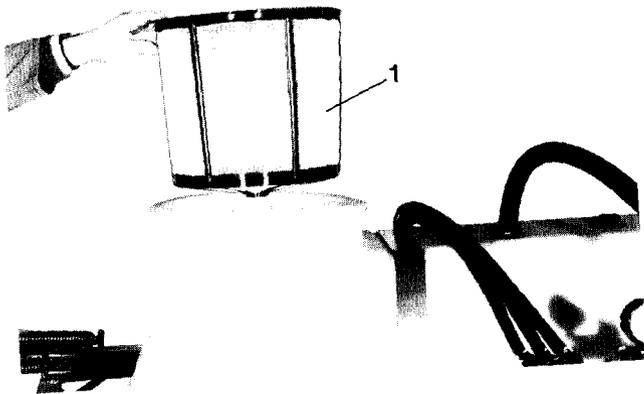
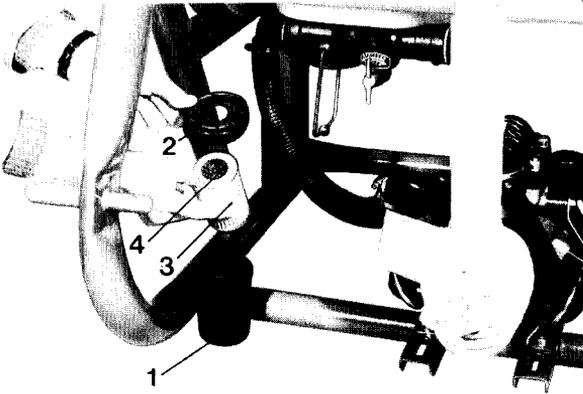

Fig. 8
Fig. 10
Die Spritze darf nur bei Verwendung des Einfüllsiebes (Fig. 8/1) befüllt werden. Die Spritzmittel sind mit dem Wasser einzuspülen, nachdem das Faß mindestens zur Hälfte mit Wasser gefüllt ist.
5. Becher (Fig. 10/1) abziehen.
6. Filterdichtung (Fig. 10/2) abziehen und Filttereinsatz (Fig. 10/3) herausnehmen.
7. Filterbecher (Fig. 10/1), Filttereinsatz (Fig. 10/3) und Filterdichtung (Fig. 10/2) mit Wasser reinigen.
8. Beim Zusammenbau der Teile darauf achten, daß die Öffnung (Fig. 10/4) des Filttereinsatzes (Fig. 10/3) nach oben zeigt.
Die lt. 4.4 entleerte Maschine ist ca. bis zur Hälfte mit sauberem Wasser zu füllen, welches lt. 3.3 über das Gestänge ausgespritzt wird. Die unter 3.3 beschriebenen Schaltvorgänge am Regler mehrmals wiederholen, damit alle Geräteteile mit sauberem Wasser durchgespült werden. Hierdurch werden auch die einzelnen Düsen am Spritzgestänge gereinigt. Anschließend sind Filterbecher (Fig. 10/1), Filttereinsatz (Fig. 10/3) und Filterdichtung (Fig. 10/2) lt. 4.5 abzunehmen und im Einfüllsieb (Fig. 8/1) bis zum nächsten Spritzvorgang zu verwahren. Bei bevorstehendem Frostwetter Abschnitt 6.4 „Überwintern“ beachten.